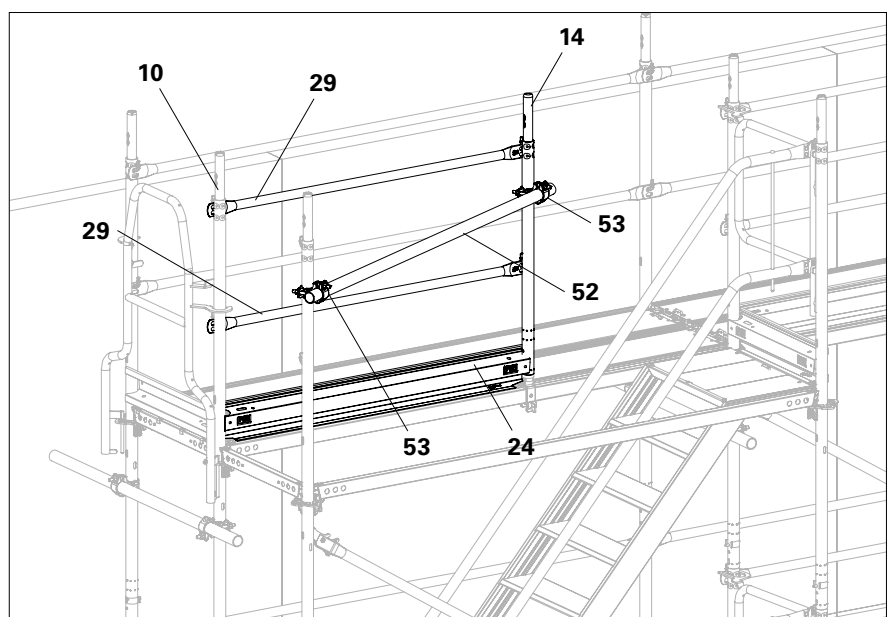

Abb. A5.03
- Oberste Treppenlage ist montiert. (Abb. A5.03)